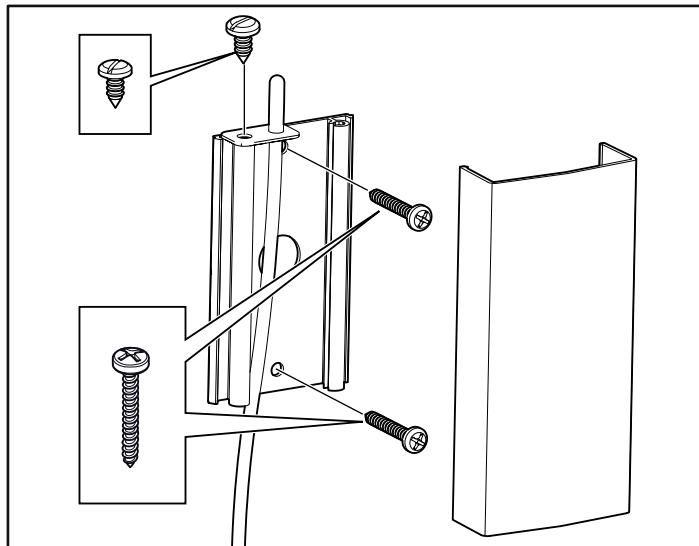
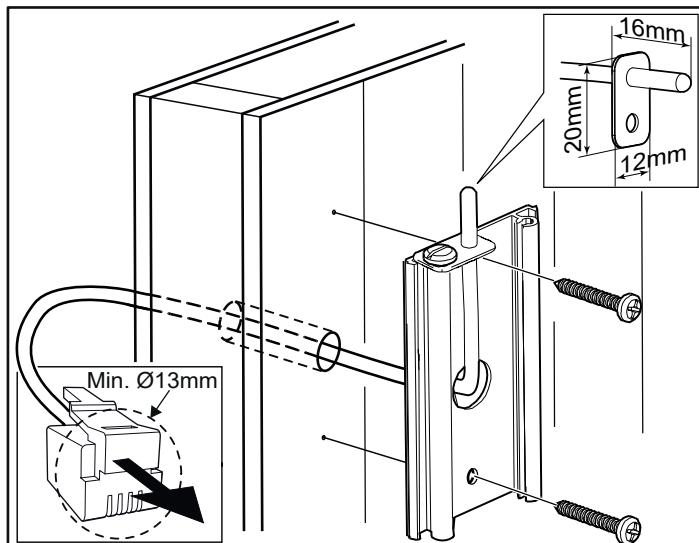

Fig 15: Montering av sensorn
Fig 16: Ledningsdragning genom vägg.
13. Montera sensorn på väggen se Fig 15. Termistorledningen kan även dras igenom väggen. Täta eventuella hål i väggen bakom sensorn, se Fig 16. Termistorledningen kan förlängas utanför bastun med svagströmsledning (2-ledare).